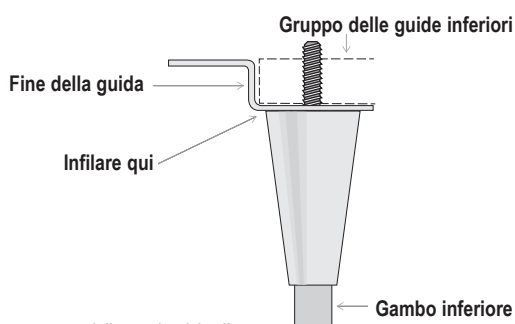

Fig. 4. Diagramma della gamba di livellamento
3. Avvitare le gambe di livellamento nella guida a cornice o nel fondo dell'elettrodomestico. Vedere figure 4 e 5.
5. Se l'elettrodomestico non è livellato, sollevare gentilmente e supportare la base dell'elettrodomestico. Quindi, con una chiave inglese aggiustabile, avvitare i perni inferiori delle gambe di livellamento verso l'interno o verso l'esterno per mettere a livello e sostenere l'elettrodomestico. Vedere le figure 4 e 6.